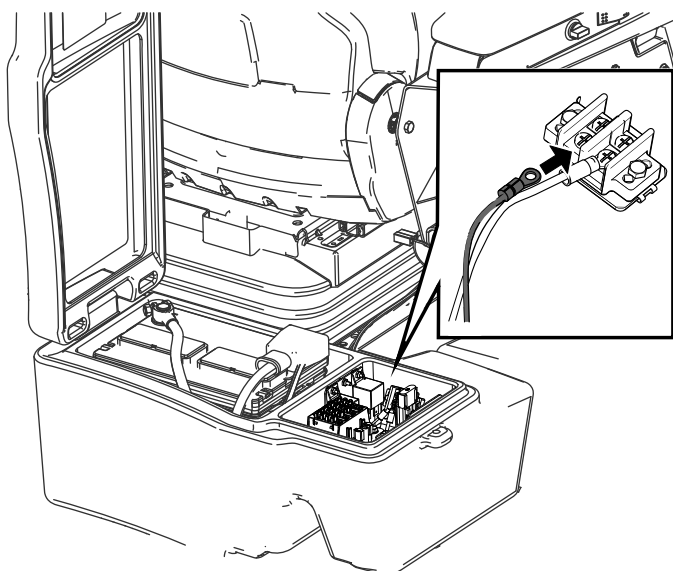

Figura 25
5. Collegare il raccordo a occhiello al portafusibili di messa a terra, come illustrato nella Figura 25.